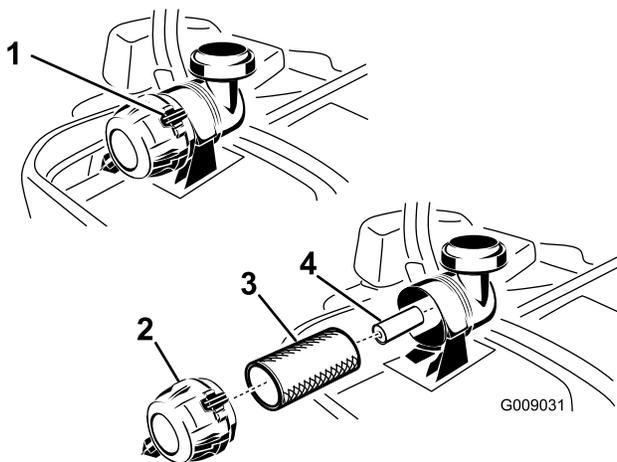

Figure 44
3. Appuyez sur les attaches du filtre à air pour les ouvrir et détachez le couvercle du corps du filtre à air (Figure 44).
5. Sortez le préfiltre du corps du filtre avec précaution (Figure 44). Évitez de cogner l'élément à l'intérieur du corps.
1. Ne nettoyez pas l'élément en papier, remplacez-le (Figure 44).
2. Si vous remplacez l'élément secondaire, insérez-le avec précaution dans le corps du filtre (Figure 44).
3. Placez ensuite le préfiltre sur l'élément secondaire avec le même soin (Figure 44). Assurez-vous qu'il est bien engagé en appuyant sur le rebord extérieur.
4. Montez le couvercle, renflard en bas, et tournez-le pour que les attaches verrouillent le couvercle en place (Figure 44).